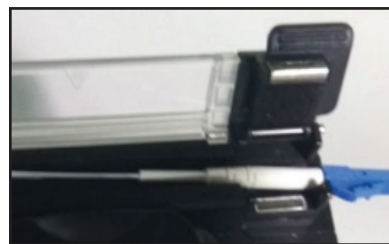

Figure 8
9. Transférer l'épissure au four de chauffage de manchon d'épissure, au côté droit (Figure 8). S'assurer que le manchon d'épissure est positionné de manière aboutée à la partie métallique du connecteur d'épissure. Utiliser le mode de chauffage n° 1, 60 mm, avec centre et bords activés. Appuyer sur le bouton de **CHAUFFAGE** pour lancer le cycle de thermorétrécissement.